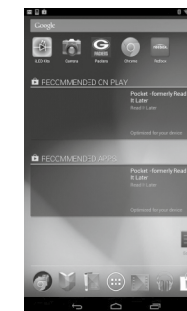

Abbildung 6
- Die App öffnet sich nun und verbindet sich mit dem LED-Kit. (Abb. 6)